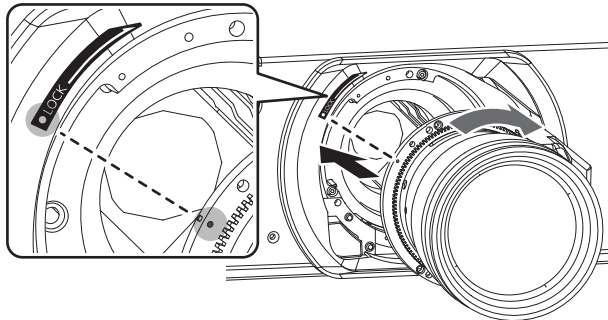

Abb. 1
- 1) Setzen Sie das Projektionsobjektiv ein, indem Sie die Projektionsobjektiv-Markierung (orange) an der Markierung am Projektorgehäuse (○ links neben LOCK) ausrichten und es im Uhrzeigersinn drehen, bis es einrastet. (Abb. 1)